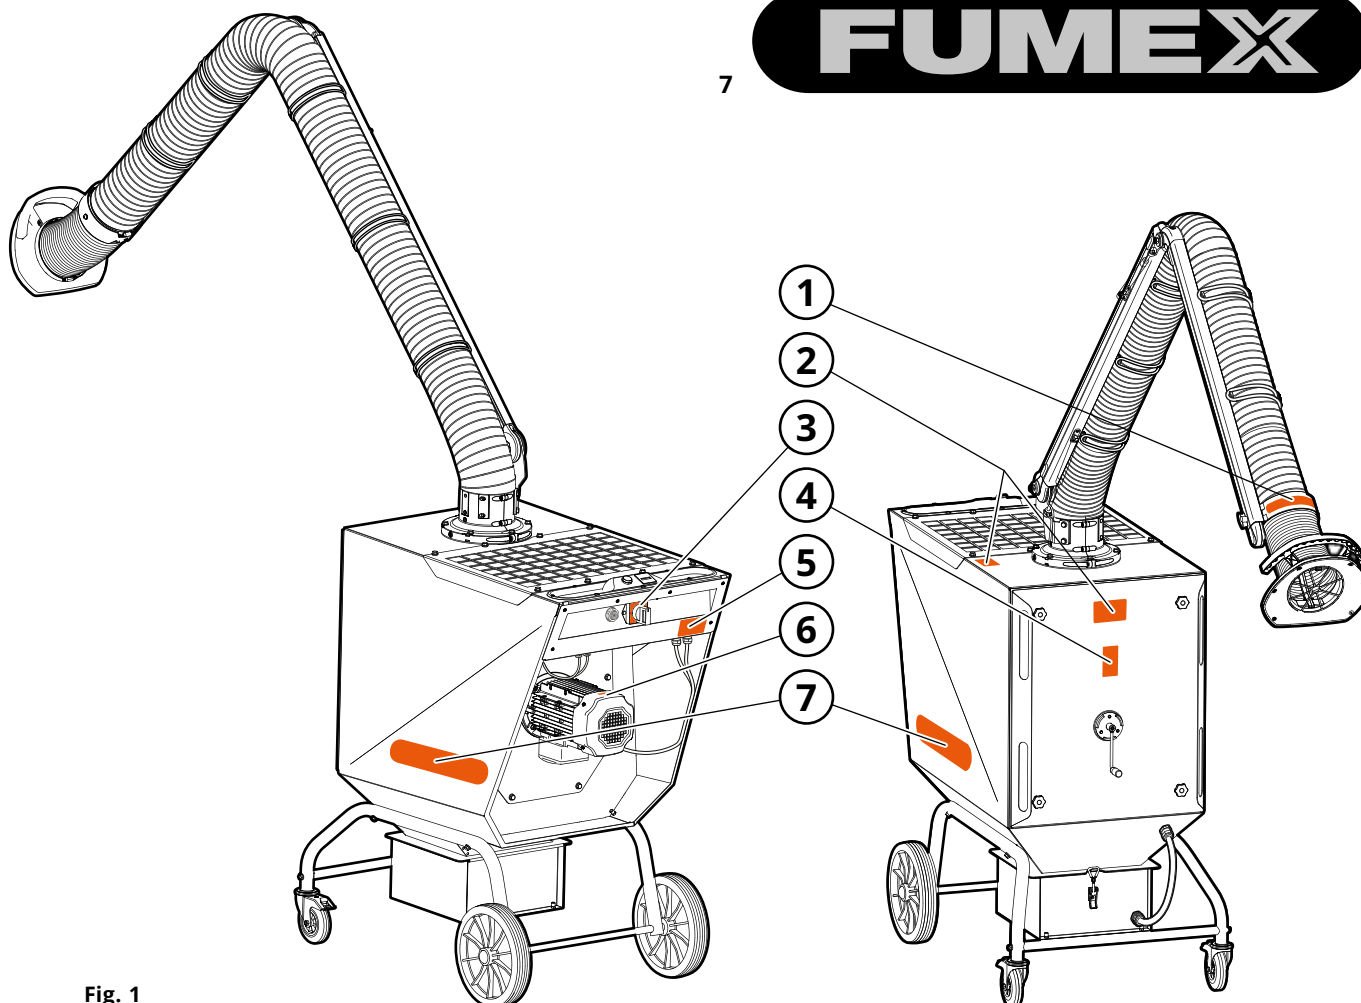
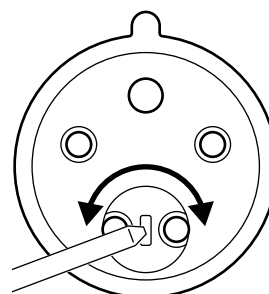

Fig. 1
Fig. 16
Gemäß Fig. 1.
3. Die Drehrichtung des Ventilators überprüfen. Die Drehrichtung des Ventilatormotors wird durch Starten des Motors und sofortigem wieder Ausschalten ermittelt. Bei abnehmender Drehzahl ist die Drehrichtung des Motors durch die Schutzhaube für die Motorkühlung zu erkennen. Bei falscher Drehrichtung (entgegen der Pfeilrichtung, Aufkleber gemäß **Fig. 1** Pos. 6) mit einem Schlitzschraubendreher die Phasen im Stecker vertauschen, siehe **Fig. 16**.